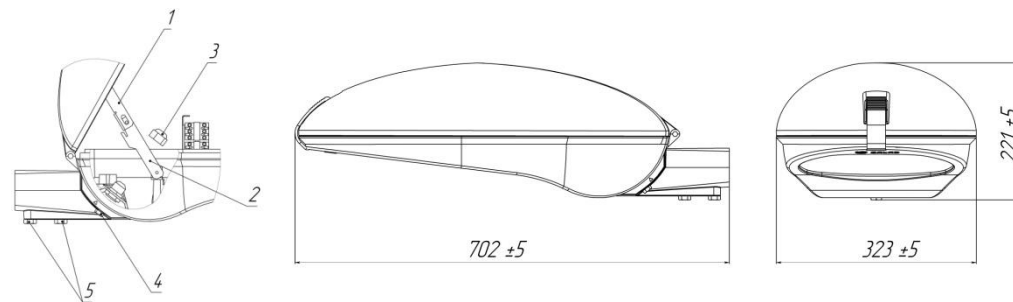

Рисунок 1. Светильники серии ЖКУ/ГКУ34 «Альфа»
2.1 Светильники консольные серии ЖКУ/ГКУ34 «Альфа» УХЛ1 (рисунок 1) с газоразрядными лампами высокого давления предназначены для наружного освещения: освещения улиц, дорог с высокой, средней и слабой интенсивностью движения транспорта, железнодорожных платформ и станций, мостов, территорий дворов, школ.
5.2 Светильник устанавливается на опорную поверхность из негорючего материала, как на Г-образный кронштейн, так и на торшерную опору с диаметром трубы 48-50 мм (модификация У50), 58-60 мм (модификация У60). Для установки светильника на торшерную опору необходимо отвернуть 2 болта поз.4 и установить консоль вертикально, затем затянуть болты поз.4 с усилием не более 12 Н·м (рисунок 1). Для обеспече-